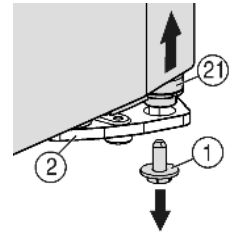
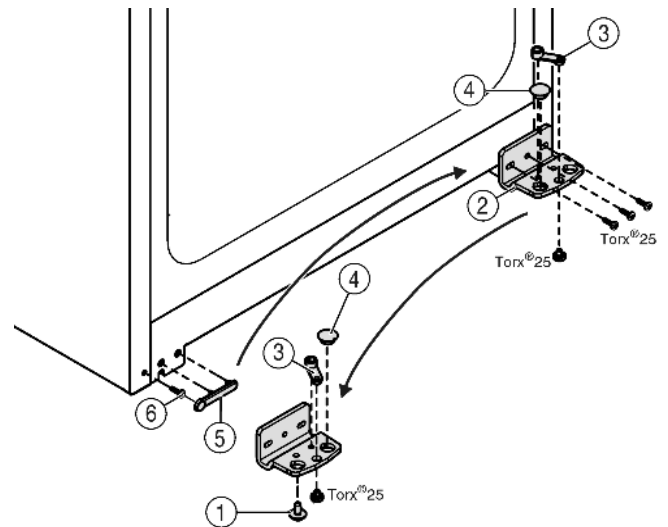

Fig. 5
Fig. 6
- ▶ In basso a destra nel blocco di supporto svitare la vite di arresto Fig. 5 (1).
- ▶ Il perno di supporto Fig. 5 (21) si stacca dal blocco di supporto Fig. 6 (2).
- ▶ Se il perno di supporto Fig. 5 (21) non si stacca, estrarre il perno dal basso.
- ▶ Svitare il blocco di supporto Fig. 6 (2).
- ▶ Svitare l'elemento di supporto Fig. 6 (3) e spostarlo nel foro di alloggiamento opposto del blocco di supporto, serrarlo nuovamente.
- ▶ Estrarre il tappo Fig. 6 (4) dal blocco di supporto e spostarlo nel foro di alloggiamento opposto del blocco di supporto.
- ▶ Togliere la copertura Fig. 6 (5) lato maniglia facendo attenzione.
- ▶ Svitare la vite Fig. 6 (6) e inserirla di nuovo sul lato opposto.
- ▶ Applicare nuovamente sopra la copertura Fig. 6 (5).
- ▶ Fissare nuovamente il blocco di supporto Fig. 6 (2) sul nuovo lato cerniere **fermamente a 4 Nm** eventualmente servendosi di un avvitatore a batteria.
- ▶ Avvitare la vite di arresto Fig. 5 (1) in basso nel perno di supporto e serrare (a 4 Nm).